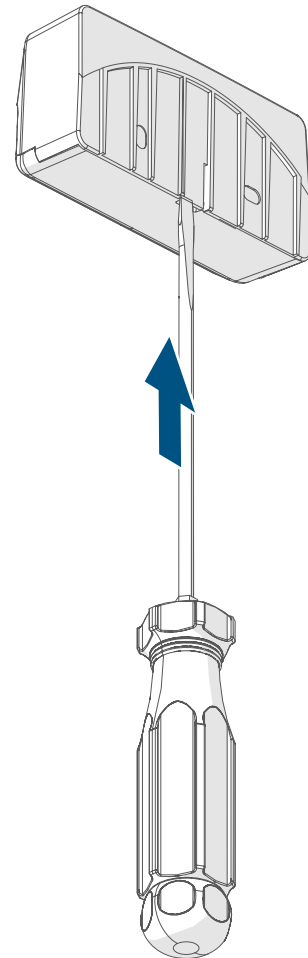

Abbildung 2
- Drücken Sie die Lasche an der Rückseite der Wandhalterung (A) leicht nach hinten (ggf. mit einem Schlitzschraubendreher), um die Elektronikeinheit (C) aus der Wandhalterung zu lösen (*→siehe Abbildung 2*).
- Entnehmen Sie die leere Batterie aus dem Batteriefach (D).